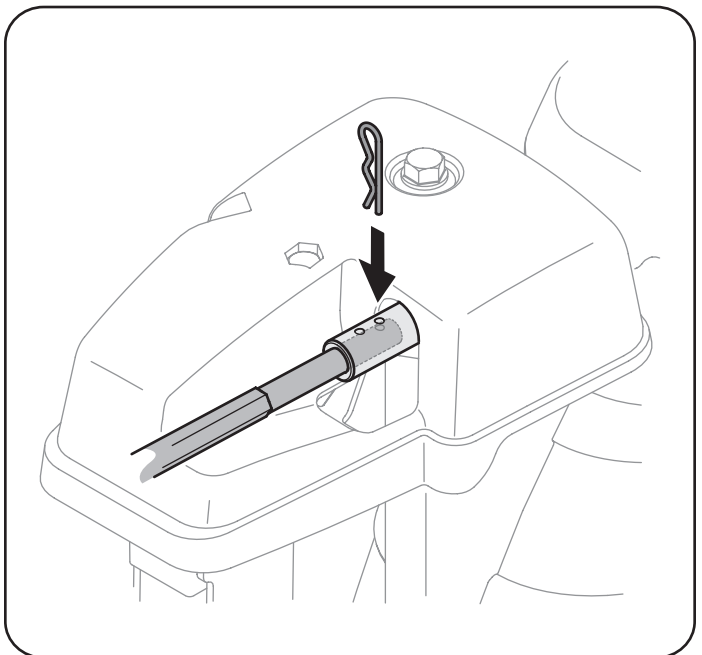

Figura 10
8. Empuje la varilla hacia el panel de control hasta que el orificio en la varilla hexagonal se alinee con el orificio en la entrada de control del canal lo más cerca posible del cabezal de control del canal e inserte el pasador de chaveta. Vea la Figura 10.